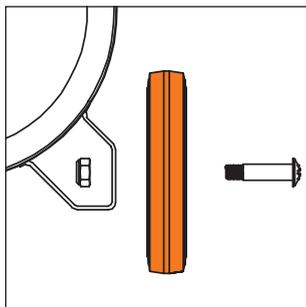
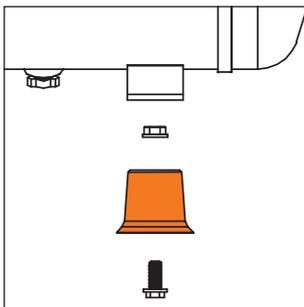

Рис. 4
Рис. 5
- Для моделей компрессоров **DAC 240S / DAC 250SS / DAC 480S** установите на нижнюю часть ресивера колеса (Рис. 4) и резиновые опоры (амортизаторы) (Рис. 5).